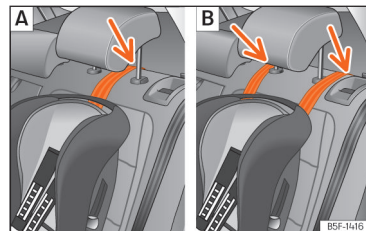
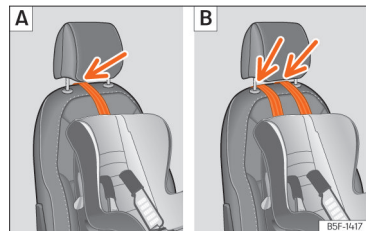

Fig. 48 Bancos traseiros: ajuste e montagem em função do cinto Top Tether.
Fig. 49 Banco do passageiro: ajuste e montagem em função do cinto Top Tether.
- Coloque a correia por baixo do encosto de cabeça (em função das instruções da própria cadeira, levante ou retire o encosto de cabeça se for necessário) »» Fig. 48, »» Fig. 49.